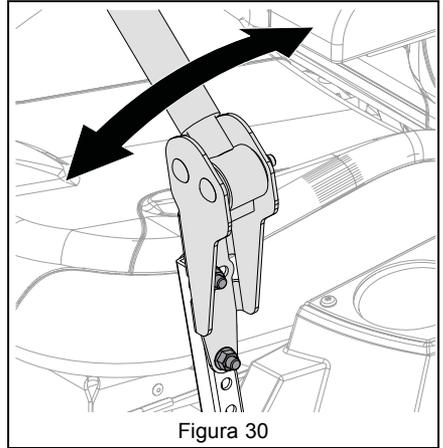

Figura 30
8. Aflojar la tornillería de montaje, alinear las palancas y apretar la tornillería. Consulte Figura 30.